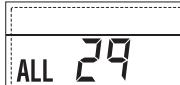

Fig. 23/23
- ANOMALIA SONDA RETORNO AQUECIMENTO "ALL 30" [fig. 23/u]